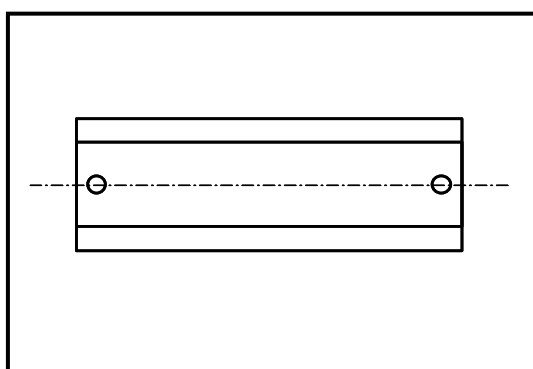

Fig. 3.12 – Predisposizione barra DIN
1. predisporre un pezzo di guida DIN di lunghezza non inferiore a 160 mm forato lateralmente per il passaggio di appositi tiranti (Fig. 3.12)